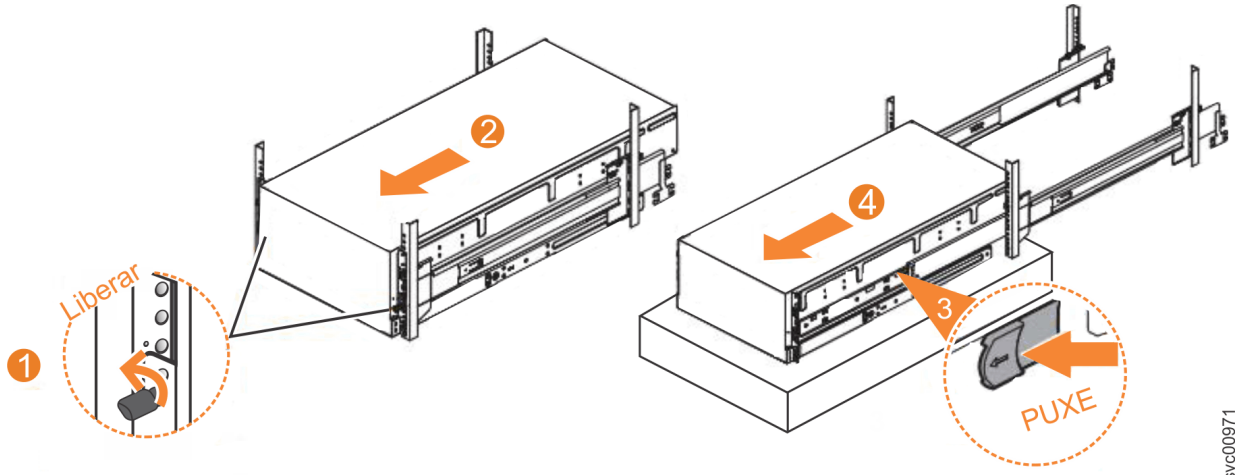

Figura 107. Removendo o gabinete de expansão 5U do rack
1. Solte os parafusos de orelha de travamento (1) na frente do gabinete, conforme mostrado em Figura 107 na página 96.
2. Deslize com cuidado o gabinete para a frente e para fora do rack (2), conforme mostrado em Figura 107 na página 96.
3. Localize as guias de liberação azuis esquerda e direita próximo à frente do gabinete. Puxe ambas as guias de liberação para frente para destravar o mecanismo da gaveta (3 em Figura 107 na página 96).
4. Deslize o gabinete e o membro interno do trilho para fora do rack (4 em Figura 107 na página 96).